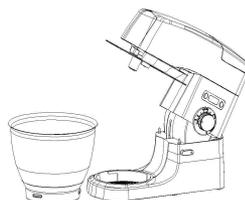

Fig. 4
- 2.- Para colocar el bowl para mezclar, asegúrese de que la velocidad de control esté en 0. Coloque el vaso en la placa del dispositivo y gire la unidad del vaso en el sentido contrario a las agujas del reloj hasta que quede bloqueado. Fig 4